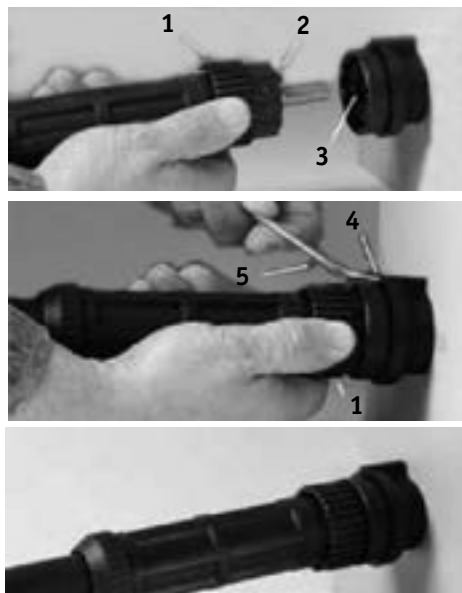

Рис. 5
Вставьте плазмоторн в гнездо на панели аппарата. Обратите внимание, чтобы выступ (1), имеющийся на плазмоторне, совпал с пазом (3) на панельном гнезде аппарата (рис. 5).